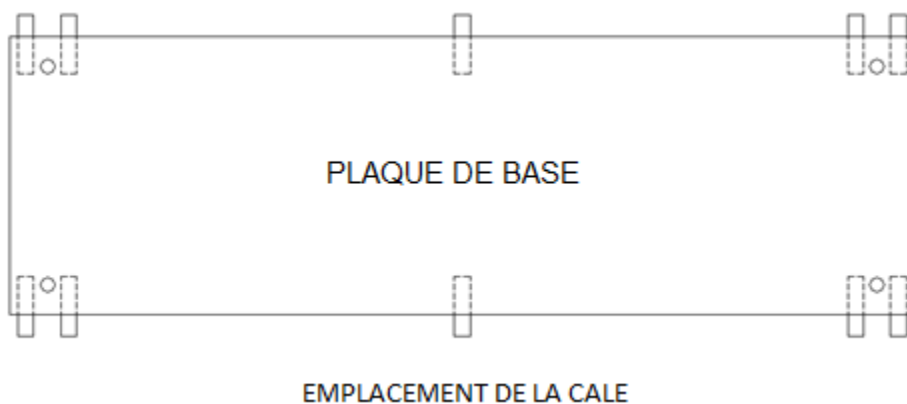

Figure 3: Emplacements du bord
3. Les cales/bords doivent être remplacés sur la couche de base, comme indiqué à la **Figure 3**. Utilisez 2 à 3 par pile pour obtenir l'intervalle souhaité entre la plaque de base et la couche de base. L'intervalle normal est de 1 po à 1-1/2 po.